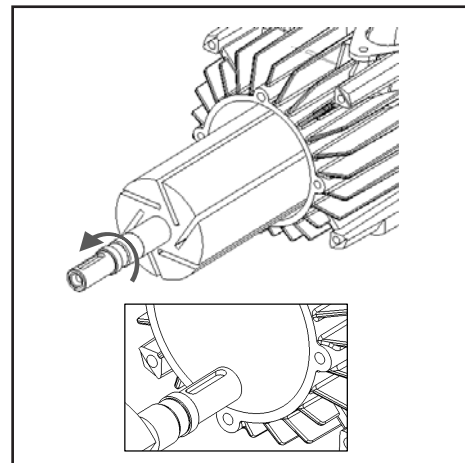

Abb. 15
1. Nach dem Ausbau der beiden kompletten Bleche wird der Rotor vorsichtig aus dem Kompressorgehäuse genommen. Dabei ist darauf zu achten, dass das Wellenpasselement die Beschichtung nicht beschädigt und das Gehäuse nicht zerkratzt ; siehe Abb. 15.